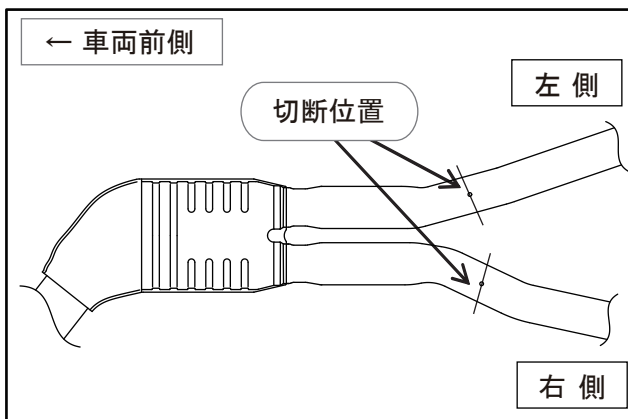

図1 エキゾーストパイプ ASSY の切断位置
- (1) エキゾーストパイプの切断位置を示す小さなへこみ(マーク)に合わせ、パイプに対して直角に切断してください。(図1, 2)